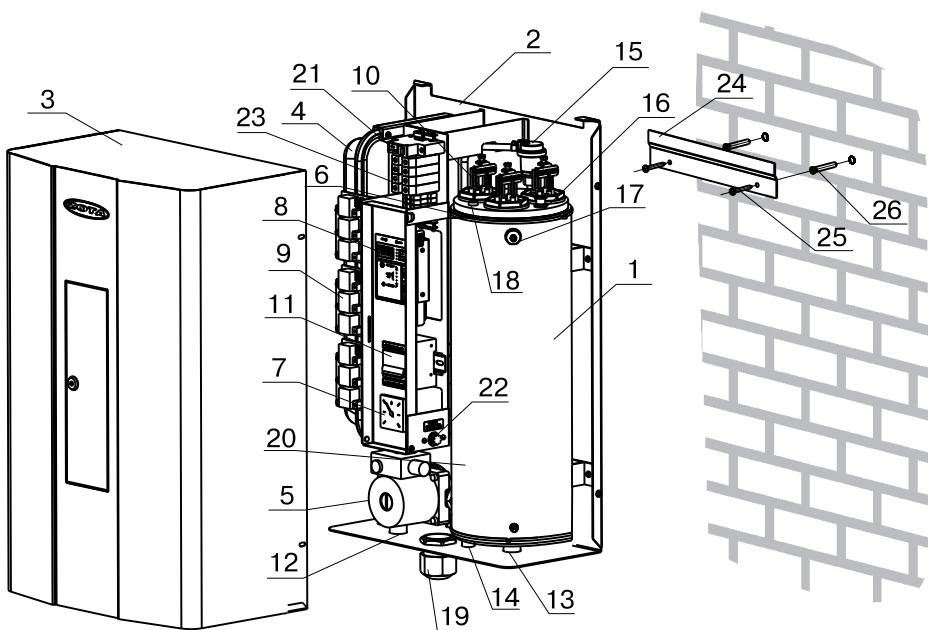

Рис. 1. Конструкция миникотельной и способ ее крепления к стене
5.1. Миникотельная (Рис.1) состоит из корпуса (1) сварной конструкции.
- Закрепить кронштейн крепления на вертикальной поверхности в необходимом месте с помощью шурупов, входящих в комплект и установить на него миникотельную, как показано на Рис.1;
- Открыть кожух (3),предварительно выкрутив четыре винта крепления кожуха;